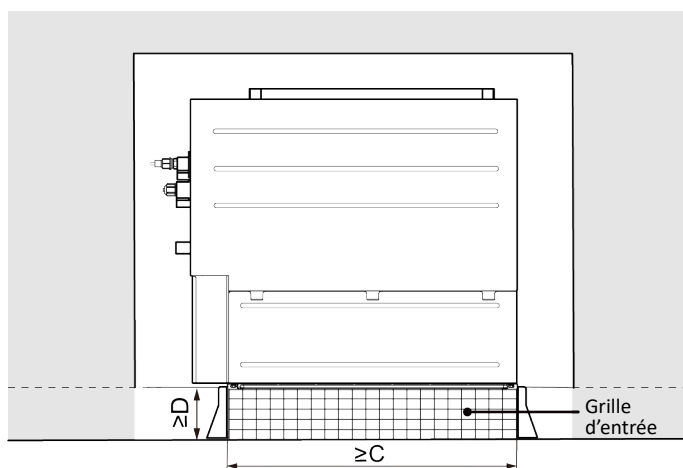

Fig.3.2.2
- ❼ Les exigences d'installation de la grille d'entrée d'air sont celles indiquées à la Fig.3.2.2.